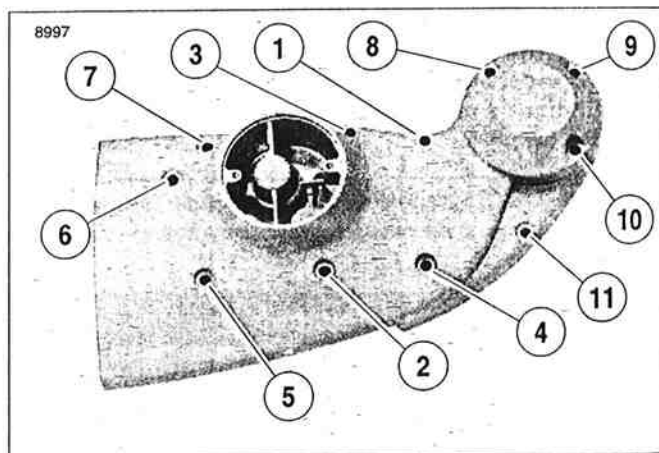

Figura 3-122. Secuencia de apretado de los tornillos de montaje de la cubierta de la caja de cambios
12. Instale la cubierta de la caja de cambios sobre todos los engranajes y la mitad derecha del cárter. Sujete la cubierta a la mitad del cárter con 11 tornillos con casquillo. Apriete uniformemente los tornillos a 9,0-12,4 N·m (80-110 lb-pulg.) de acuerdo con la secuencia de apretado mostrado en Figura 3-122.